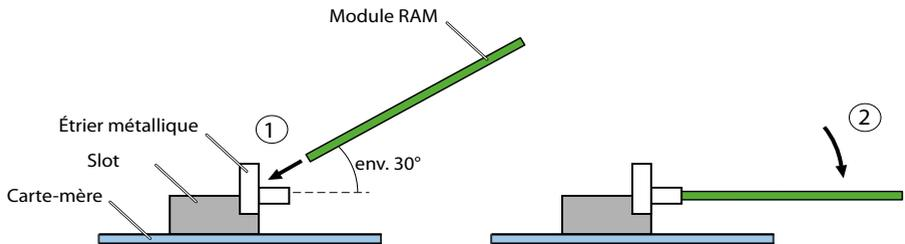

Fig. 72 Remplacer le module RAM
4. Placez le module légèrement de biais dans le slot désiré (voir Fig. 72).